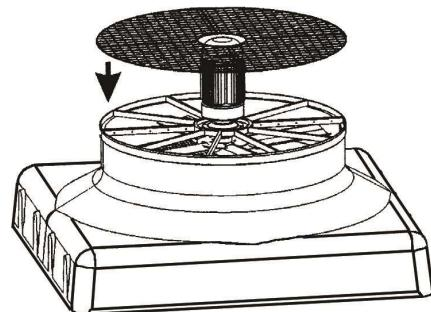

Fig. 20
- a) Check that the grating to protect the fan is assembled, otherwise assemble (Fig 20).
- a) Vérifier si la grille de protection du ventilateur est montée, dans le cas contraire, la monter (fig. 20).
- a) Comprobar si se encuentra montada la rejilla de protección del ventilador, en caso de no ser así, montarla (fig. 20).